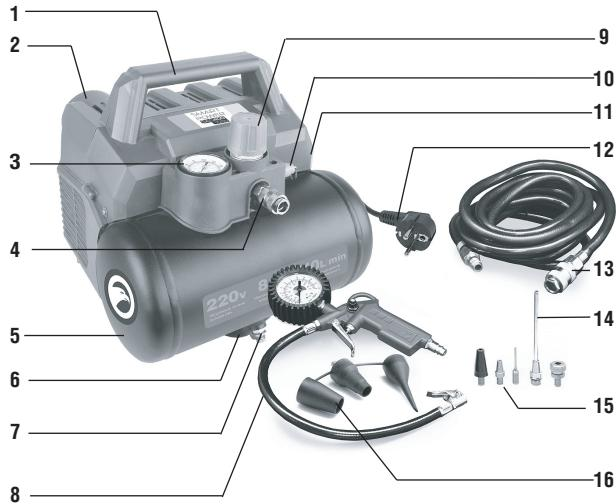

Рис.4
- Для перемещения компрессора используйте только предназначенную для этого ручку для переноски (рис.4).
1. Подключите компрессор к сети питания 220V при помощи кабеля с вилкой питания в нижнем правом углу устройства (рис.4).